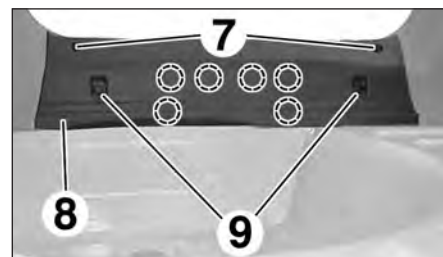

FIG.66
- les vis (7) de la garniture de seuil du coffre (8) (Fig.66),
- les agrafes (9).